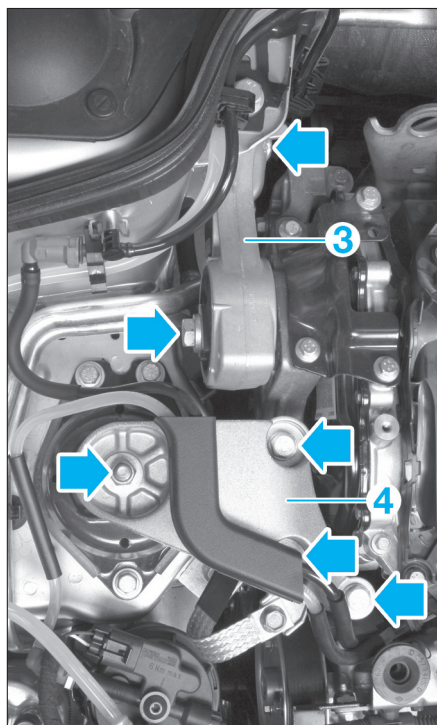

FIG. 16
- Déposer la bielle de reprise de couple supérieure (3) et le support moteur droit (4) (fig. 16).